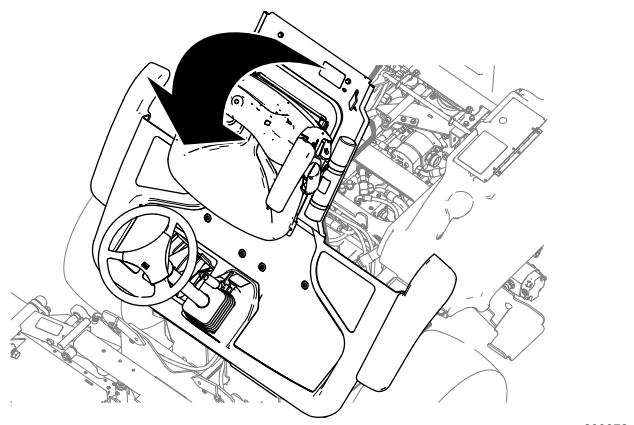

Figure 44
- Relevez la plateforme (Figure 44).